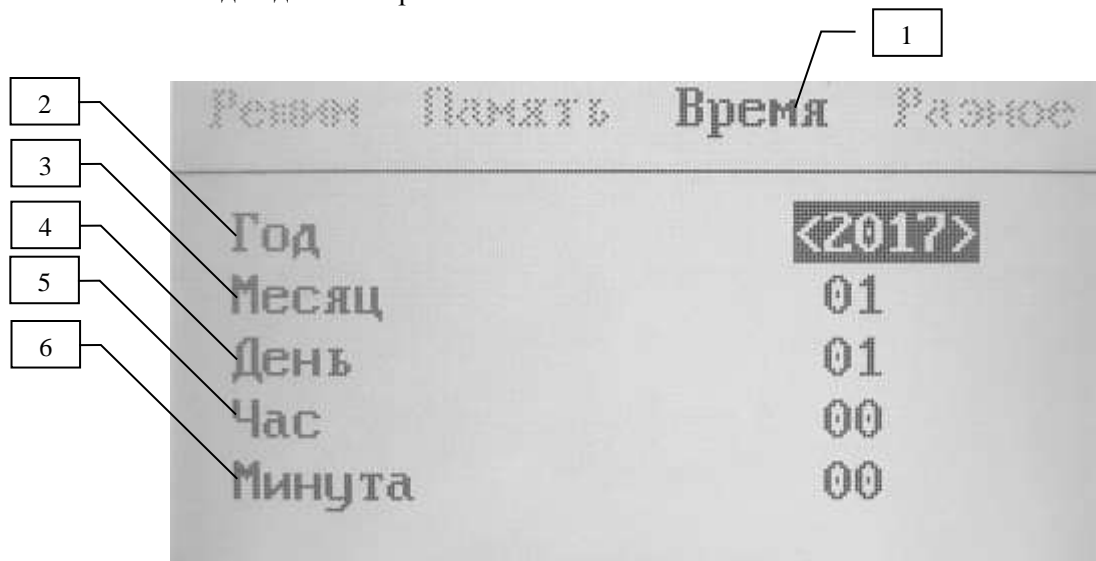

Рис. 7
4.5.3. Вид подменю «Время» показан на Рис. 7.